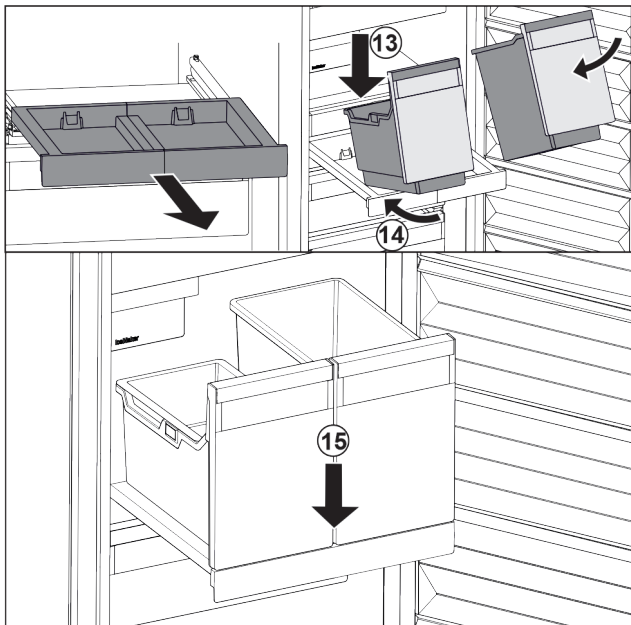

Fig. 39
- ▶ Colocar los recipientes inclinados sobre el estante extraíble. *Fig. 39 (13)*
- ▶ Introducir los recipientes inclinados hacia atrás. *Fig. 39 (14)*
- ▶ Depositar los recipientes por delante. *Fig. 39 (15)*